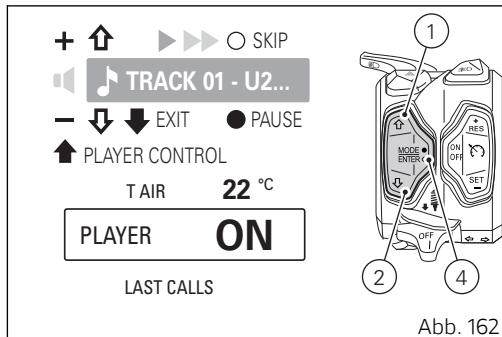

Abb. 162
Zum Aktivieren die Taste (4) drücken. Im Cockpit werden die Angabe „PLAYER ON“ und das Player-Menü über dem Menü (Abb. 162) angezeigt.
Ist der Player aktiv geschaltet und befindet man sich in den Bedienfunktionen des Players (Abb. 162), werden die Tasten (1) und (2) sowie die Taste (4) nur für die Bedienung des Players verwendbar sein:
- Lautstärke up: Einmaliges Drücken der Taste (1).
- Lautstärke down: Einmaliges Drücken der Taste (2).
- Pause / Play: 2 Sekunden langes Drücken der Taste (4).
- Skip auf nächstes Musikstück: Einmaliges Drücken der Taste (4). Jedem Drücken entspricht der Übergang auf das nächste Musikstück.